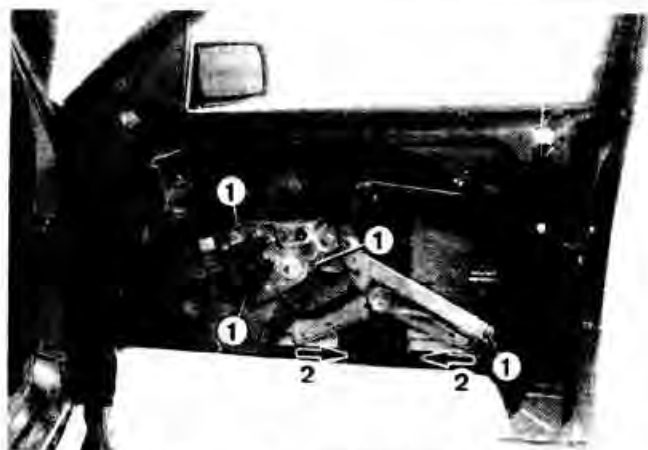

Рис. 15-14. Заклепки 1 крепления стеклоподъемника к двери и зажимы 2 крепления опускного стекла к стеклоподъемнику автомобилей с кузовом седан
- Отжать зажимы 2 (рис. 15-14) крепления стекла к рычагам стеклоподъемника.
- Дрелью со сверлом диаметром 6 мм высверлить четыре заклепки 1 (рис. 15-14) или 2 (рис. 15-15) крепления стеклоподъемника.